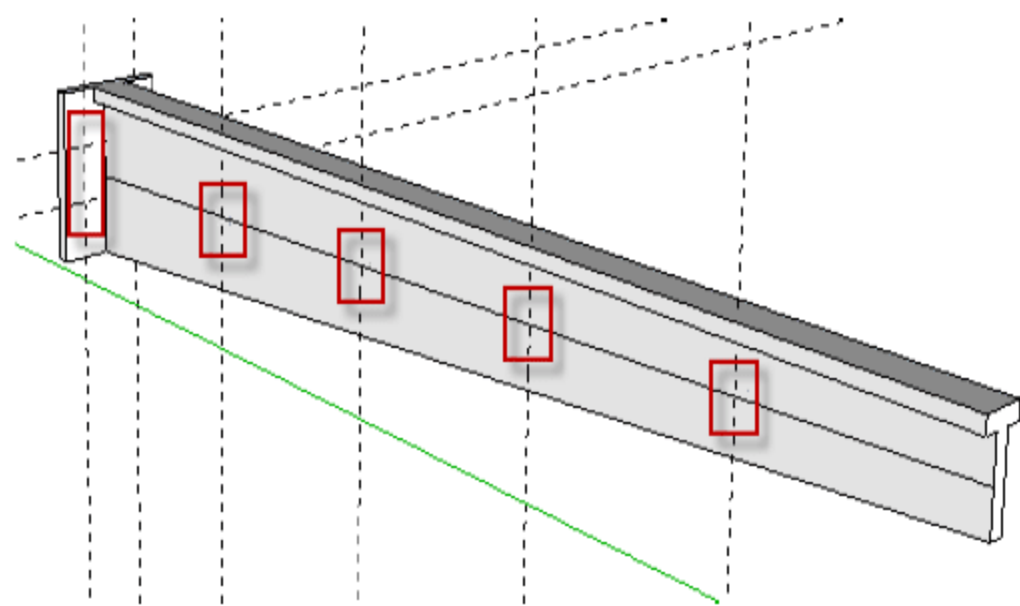
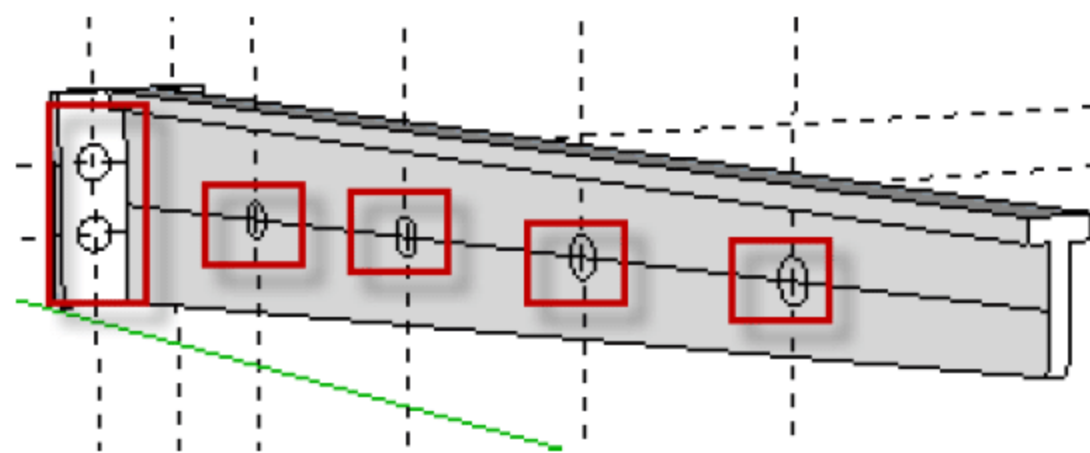

图 8.1.10 绘制参考线
图 8.1.11 绘制参考线
(9) 选择“卷尺工具”命令，根据已有尺寸数据和设计需要，取等分点在悬挑构件和预埋件立面上绘制参考线，如图 8.1.10 所示。再选择“圆”命令，以参考线交点为圆心，结合连接构件的截面尺寸在该立面上绘制圆形线框，如图 8.1.11 所示。